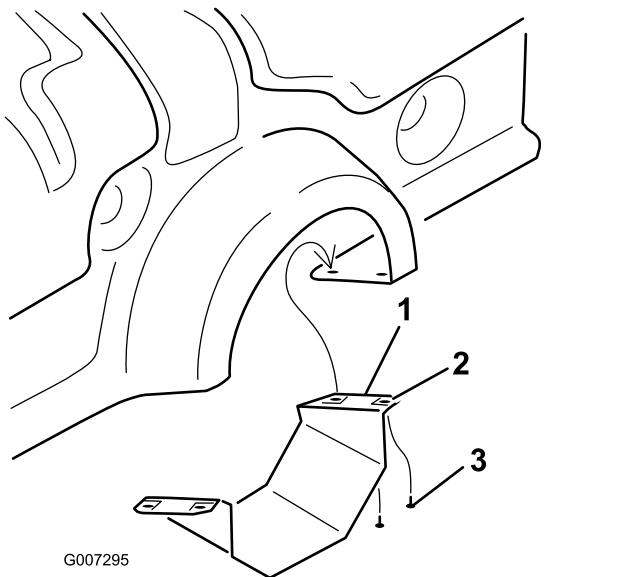

Figura 10
1. Solo en el ProCore 864, retire el protector inferior de la TDF (Figura 10).